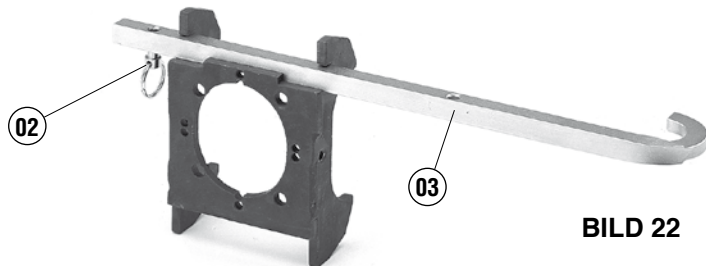

BILD 22
- 9.2.2) Die Befestigungslehre SPA... Winkel (03) im Winkelfenster der Schienenprofilschablone befestigen (siehe Bild 22).